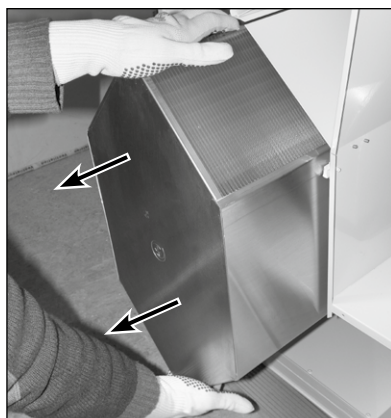

Abb. 9
4. Zur Reduzierung des Gewichtes den Wärmetauscher aus dem Gerät entnehmen (s. Abb. 9).